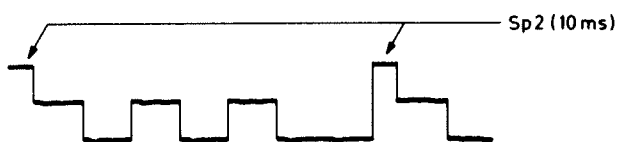

Bild 11
- Kontrollera oscilloskopbilden, bild 11.